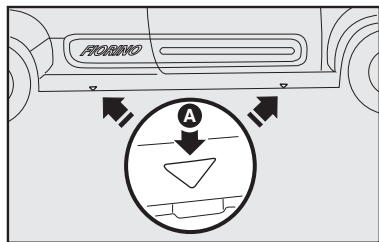
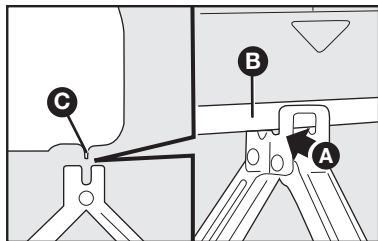

fig. 5
fig. 6
3) Colocar o macaco onde está marcado o símbolo **O A-fig. 5**, perto da roda a substituir, e certificar-se de que a ranhura **A-fig. 6** do macaco esteja bem encaixada na longarina **B** ou **C-fig. 6**.